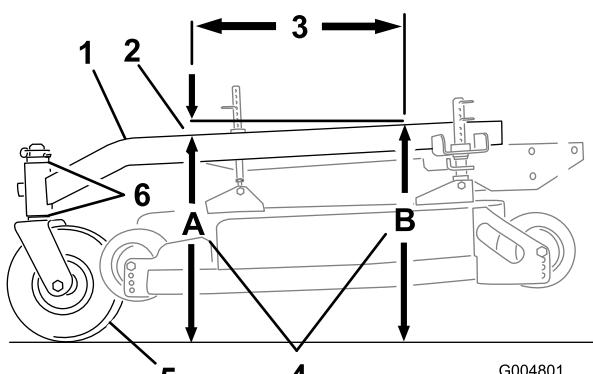

Figure 63
L'inclinaison avant/arrière du bâti porteur doit être comprise entre 3 mm (1/4") et 9 mm (3/8") sur 61 cm (24") de sa longueur (Figure 63).
- Mesurez 61 cm (24") sur le bâti porteur (Figure 63).
- Mesurez la hauteur du bâti porteur au point **A** (Figure 63).
- Mesurez la hauteur du bâti porteur au point **B** (Figure 63).
- La hauteur au point A doit être inférieure de 6 à 10 mm (1/4–3/8 po) par rapport au point B (Figure 63).
- Si ce n'est pas le cas, déplacez les entretoises des roues pivotantes de manière à obtenir l'inclinaison voulue de 6 à 10 mm (1/4 à 3/8 po) (Figure 63). Déplacez les entretoises en haut ou en bas pour corriger l'inclinaison.